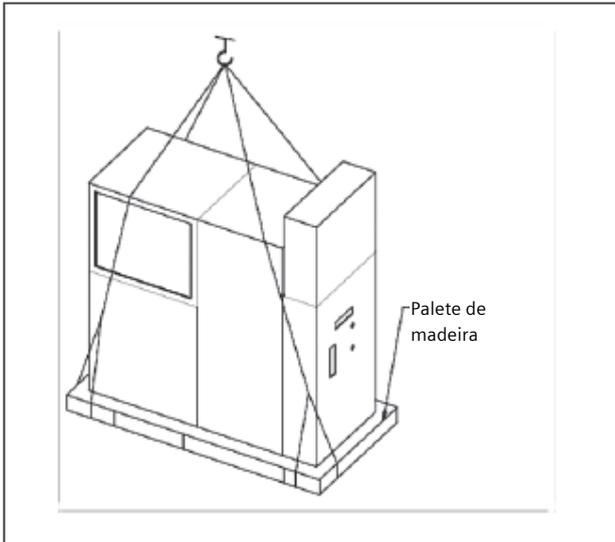

Fig. 17a: Elevação do painel usando guindaste móvel
- Prenda as cordas ao palete de madeira. (Fig. 17a)